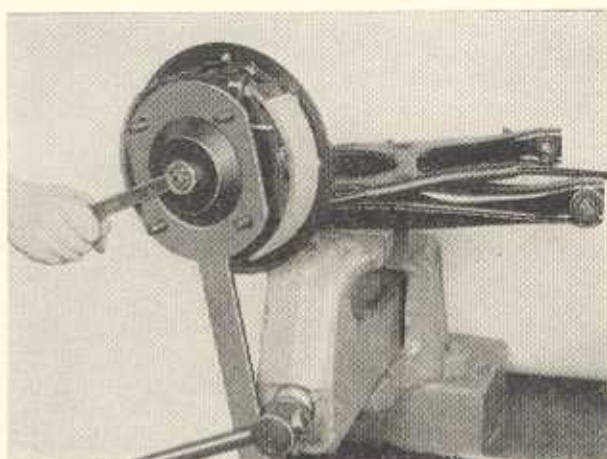

Bild F 72. Kronenmutter M 16 \times 1,5 losschrauben
2. Gummistopfen auf der Innenseite der Lagerung herausnehmen. Mitnehmer festhalten und Kronenmutter $M 16 \times 1,5$ abschrauben. (Eventuell Schraubenkopf mit Steckschlüssel 24 mm festhalten (Bild F 72).